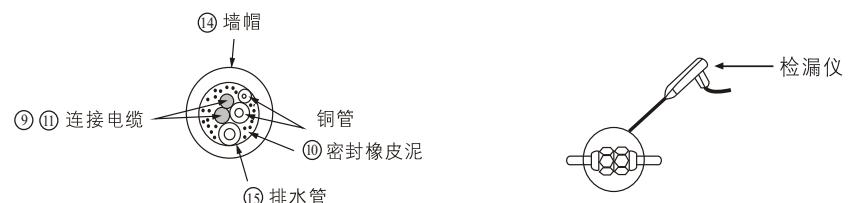
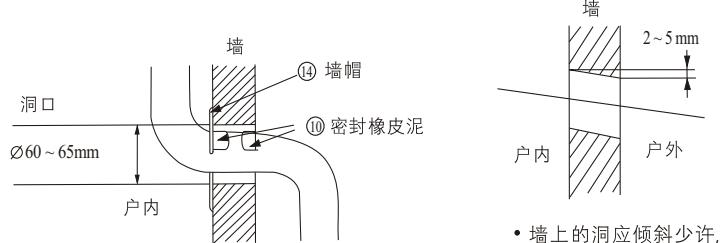
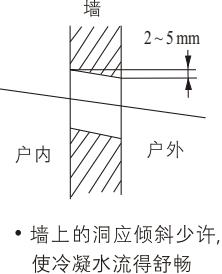

图34
图32
图33
2 用附件⑯墙帽及附件⑰密封橡皮泥来整理墙上的洞,如图32、图33及图34。